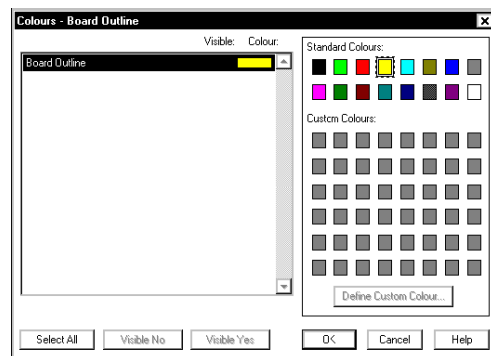

Рис. 25. Настройка цвета для отображения контура платы.
13. В появившемся диалоговом окне Colours - Board Outline (рис. 25) зададим для контура платы желтый цвет и нажмем кнопку OK.